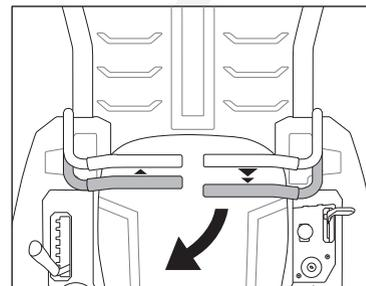

Fig.18A
1. Para girar a la derecha mientras circula marcha atrás, mueva la palanca de mando de la tracción izquierda hacia delante de la palanca de mando de la tracción derecha. (Fig.18A)